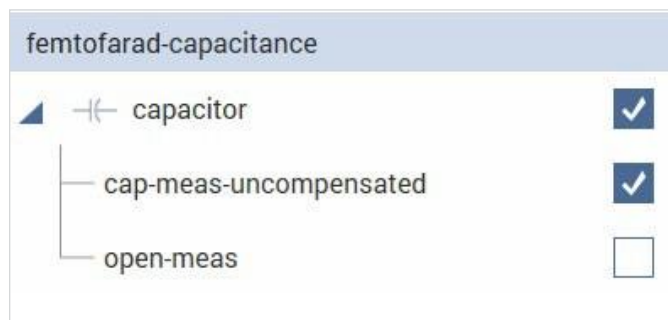

図9.プロジェクトレベルAnalyzeビューから測定を繰り返すには、open-measテストのチェックを外す
- 測定を繰り返す。Runを選択することによって、プロジェクトレベルから測定を繰り返すことができる。補正された読み取り値は自動的に計算される。ただし、図9に示すように、open-measテストはチェックを外さなければならず、データが予期せず移動しているように見える場合は、取得したオープン測定を定期的に繰り返す必要がある。これは、温度の変動またはケーブルの動きによる変動の影響を考慮している。